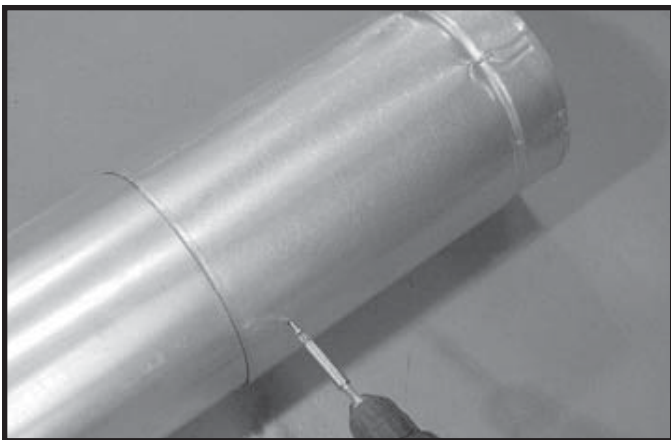

Fig. 10.4 Skruer inn i glidedelen
- Fest rørdelen og glidedelen med to skuer på maks lengde 1,3 cm ved å benytte pilothullene i glidedelen. Se Fig. 10.4.